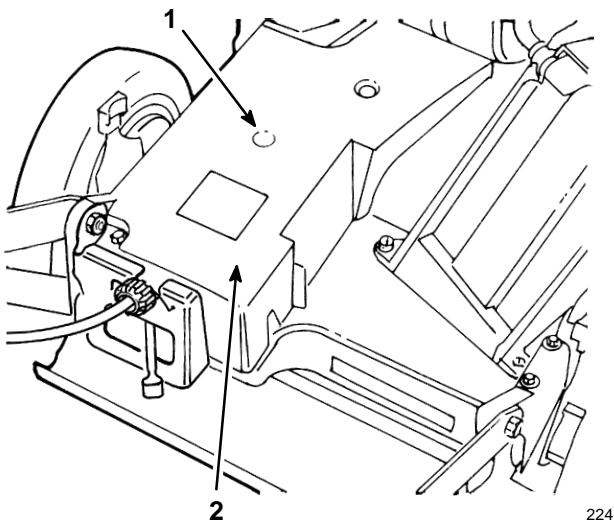

Figure 28
2. Coloque la pistola de engrase en la copilla a través de la abertura en la tapa de la correa (Fig. 28). Aplique suavemente 1 ó 2 bombazos de grasa.
- Quite los tornillos que aseguran la tapa de la correa a la caja de la cortadora (Fig. 28). Levante la tapa y cepíllela para eliminar toda la basura de las proximidades de la correa. Vuelva a colocar la tapa.